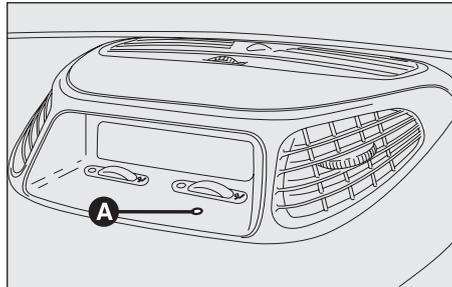

Abb. 9
Dem Einschalten der Alarmanlage geht eine Phase der Selbstdiagnose voraus, die durch eine unterschiedliche Blinkfrequenz der Abschreckungs-Led (**A**, **Abb. 9**) auf dem Armaturenbrett angezeigt wird. Wird eine Störung erkannt, gibt die Anlage ein weiteres Tonzeichen "BIP" ab.
Nach der Einschaltung zeigt das Blinken der Abschreckungs-Led (**A**, **Abb. 9**) auf dem Armaturenbrett den Überwachungsstand des Systems an. Die Led blinkt solange, wie das System die Überwachungsfunktion ausführt.
**ZUR BEACHTUNG** Sollte nach erfolgter Ausschaltung der Anlage die Led (**A**, **Abb. 9**) im Fahrzeug weiterhin leuchten (max. 2 Minuten bzw. bis zur Drehung des Zündschlüssels auf **MAR**) ist folgendes zu beachten: